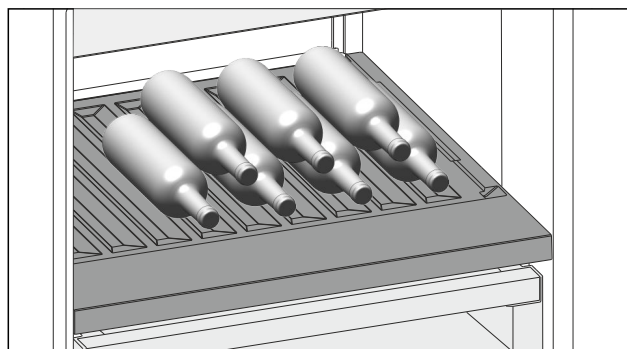

Fig. 141
- Láhve ukládejte dnem dozadu k zadní stěně. (viz Fig. 141)